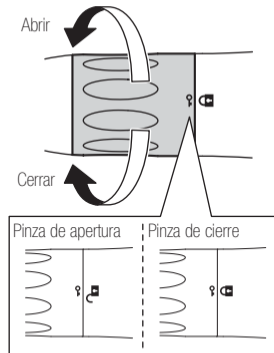

Fig. 2
- 1) Gire el anillo de bloqueo en la dirección de la marca "🔓" hasta que haga clic. (Fig.2)